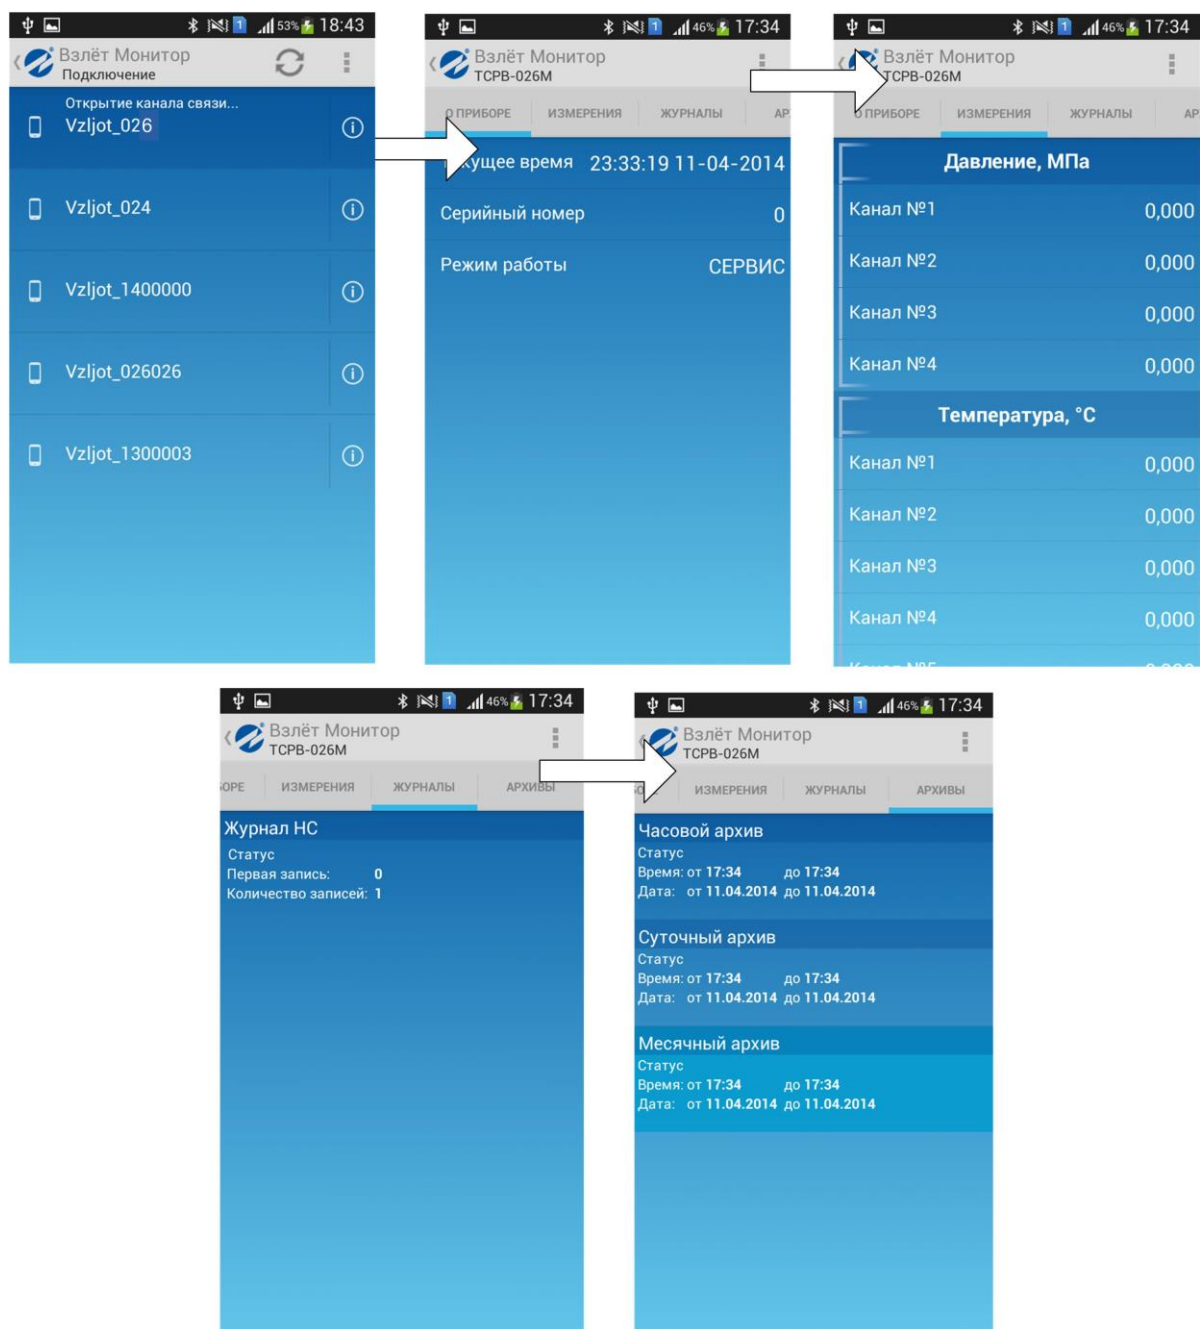

Рис.20. Данные подключенного прибора.
3.3.3. Для подключения к прибору необходимо кликнуть по соответствующей строке, после чего начнется соединение. В качестве примера выбрано описание настроек связи с тепловычислителем «ВЗЛЕТ ТСРВ-026М». После успешного подключения откроется окно с данными прибора (рис.20):